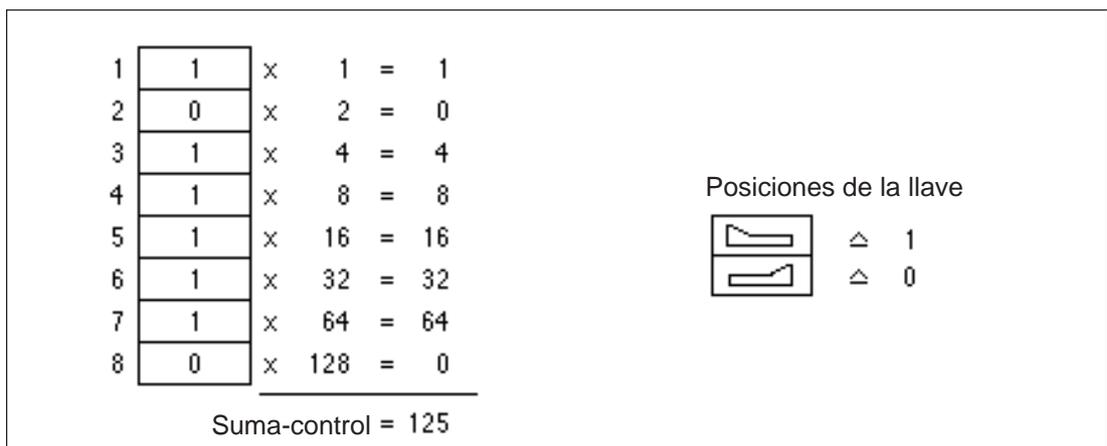

Fig.1. Ejemplo de cálculo de la suma-control del grupo de llaves de programación SG1
**Llaves de programación SG1** Una parte de los ajustes y la selección de las características de operación para los módulos del relé ( en varias aplicaciones ) se realizan con las llaves de programación SG1 sobre el panel frontal. El indicador del grupo de llaves se enciende cuando la suma-control del grupo de llaves aparece sobre la pantalla. La suma-control puede utilizarse para controlar que las llaves estén correctamente ajustadas. La Fig. 1 muestra un ejemplo de como calcular la suma-control.